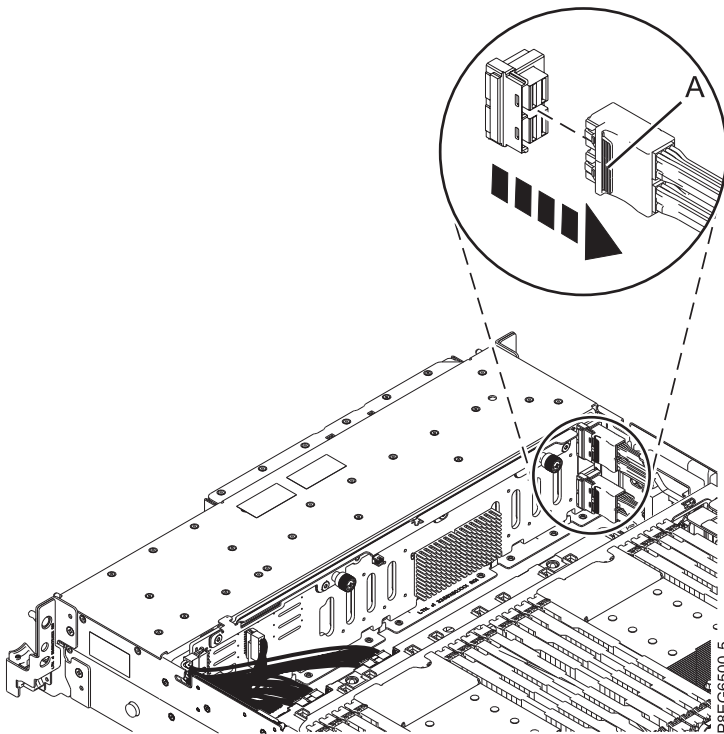

図 1. 前面 SAS ケーブルのプラグを抜く
6. コネクタの止め金 (A) を押して、ステップ 5 に示されている SAS RAID アダプターに接続されている前面 SAS ケーブルのプラグをディスク・ドライブ・バックプレーンから抜きます。これらのケーブルのもう一方の端のプラグは、プラグを抜くよう指示されるまで SAS RAID アダプターに差し込んだままにしておきます。図 1 を参照してください。